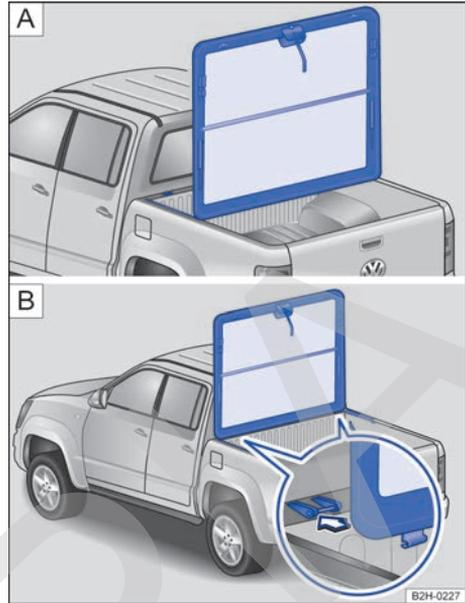

Fig. 26 Cubierta de aluminio de la superficie de carga: **A**: retirar la cubierta hacia atrás y **B**: introducir la cubierta en los ejes de los soportes.
- Tire de la cubierta hacia atrás con cuidado con ayuda de otra persona → fig. 26 **A**.
- Introduzca la cubierta por completo en los ejes de los soportes → fig. 26  (imagen ampliada). Dado el caso, corrija la posición.